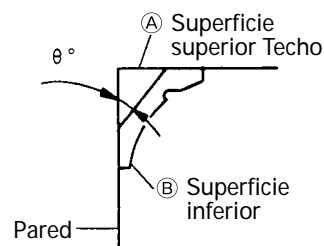
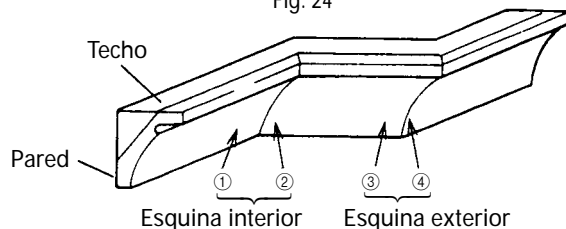

Fig. 24
Fig. 25
En la Fig. 24 se muestran los tipos de moldura en vértice con ángulos de 38° y 45°.
Con respecto a las molduras en vértice típicas, consulte la Fig. 25
1) Ajuste para cortar molduras en vértice a los posiciones ① y ④ de la Fig. 25 (consulte la Fig. 26, incline la cabeza hacia la izquierda):
① Gire la mesa giratoria hacia la derecha y ajuste el ángulo de ingletes de la forma siguiente:
② Incline la cabeza hacia la izquierda y ajuste el ángulo de corte en bisel de la forma siguiente:
③ Coloque la moldura en el vértice de forma que la superficie superior (A de la Fig. 24) entre en contacto con la escuadra de guía como se indica en la Fig. 28
(2) Ajuste para cortar molduras en vértice a los posiciones ② y ③ de la Fig. 25 (consulte la Fig. 27, incline la cabeza hacia la izquierda):
③ Coloque la moldura en el vértice de forma que la superficie superior (B de la Fig. 24) entre en contacto con la escuadra de guía como se indica en la Fig. 29.